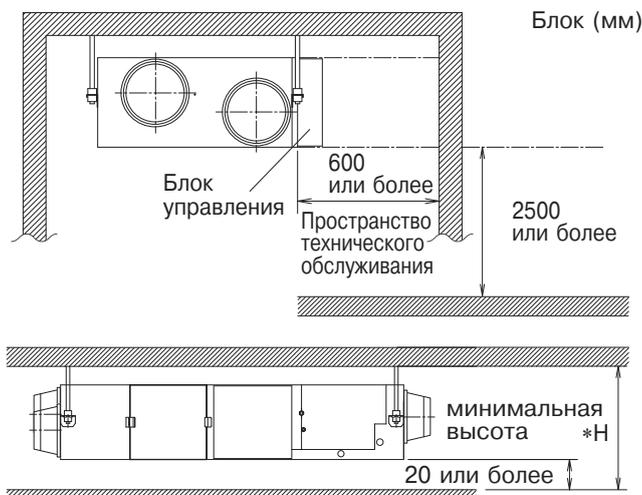

Рис. 1
(1) Выберите для установки такое место, где выполняются указанные ниже условия и удовлетворяются запросы пользователя.
- С наличием свободного пространства, достаточного для технического и сервисного обслуживания. **(См. рис. 1)**